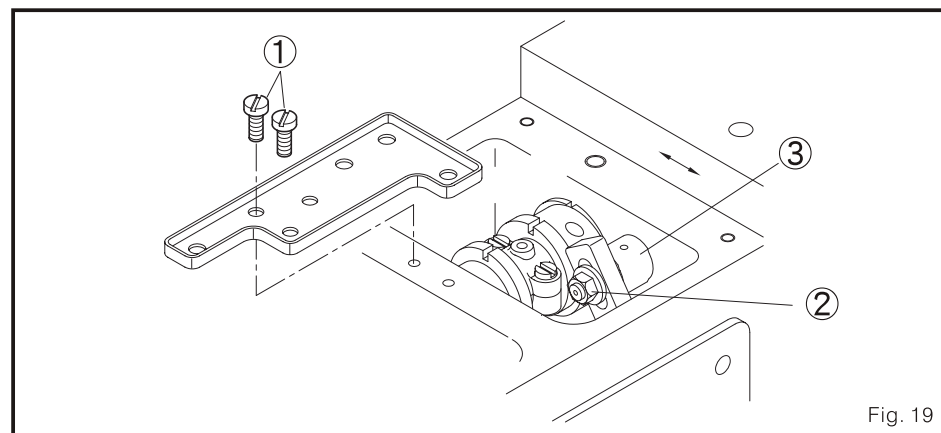

Fig. 19
2. Mova a cobertura superior e parafusos 1. (Fig. 19)